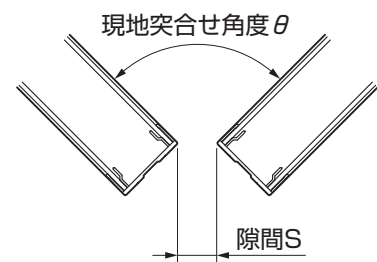

図5-3 コーナー部パネル突合せ部
- コーナー両側のパネルを先に施工し、後からフリーコーナージョイントを取付ける場合は、突合せ角度 $\theta$ に対してパネル同士のすき間Sを、表5-1の値になるように調整して施工してください。(図5-3参照)